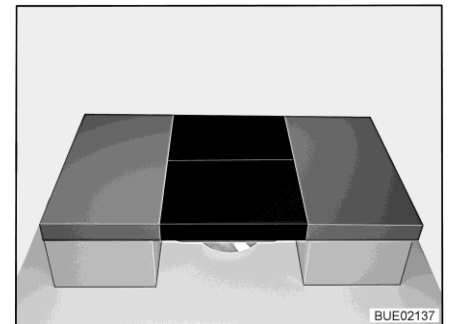

Fig. 166 Después de la transformación
- Colocar dos cojines adicionales en la mesa (véase Fig. 166).